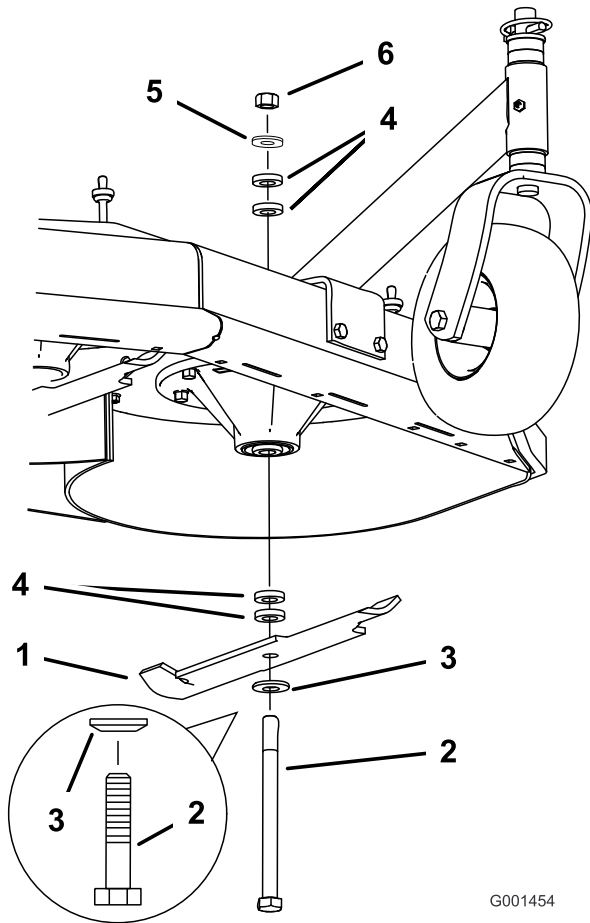

Figura 19
4. Sujete el perno de la cuchilla y retire la tuerca. Deslice el perno por el eje, y cambie los espaciadores según sea necesario (Figura 19).
5. Instale el perno, la arandela curva y la cuchilla, añada espaciadores adicionales, y sujete todo con una arandela fina y una tuerca (Figura 19).